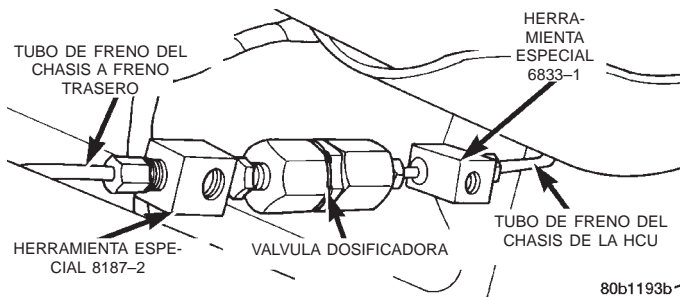

Fig. 32 Válvula dosificadora con las conexiones de prueba de presión instaladas
(5) Instala la válvula dosificadora en el vehículo, de modo que la conexión de prueba de presión, herramienta especial 8187-2 se instale sobre el tubo de freno del chasis que va al freno trasero (Fig. 32). Instale el tubo de freno del chasis que viene de la HCU (Fig. 32) en la conexión de prueba de presión, herramienta especial 6833-1. Apriete la tuerca del tubo con una torsión de 17 N·m (145 lbs. pulg.).